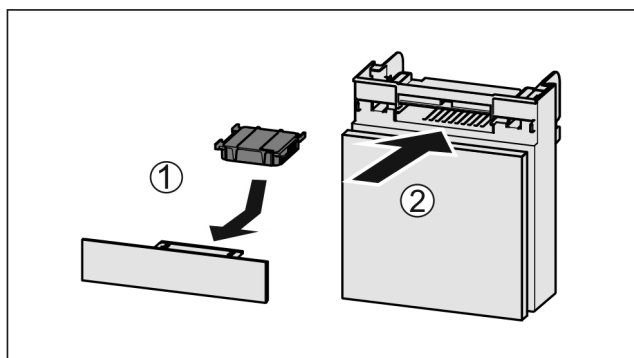

Fig. 117
- ▶ Inserire il vano Fig. 117 (2).